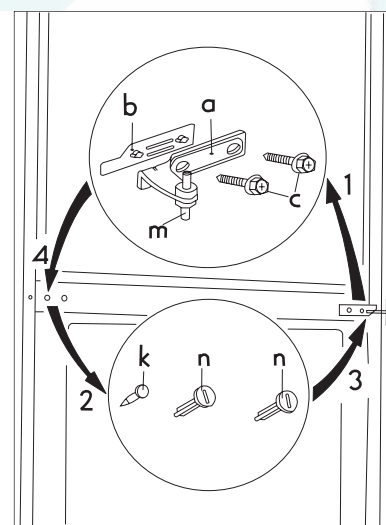

рис. 2
- Откройте двери и демонтируйте двойной держатель двери (a, b) путем вывинчивания и извлечения обоих винтов (c) (рис. 2).
- Извлеките двойной держатель двери (a, b, c) из корпуса холодильника легким покачиванием обеих дверок. Не забудьте вытащить также пластмассовую подкладку (b) под держателем двери (рис. 2).
- Извлеките левые покровные штифты (n, k, 3 шт.) двойного держателя двери и установите их снова на другой стороне (рис. 2).
- Вставьте болт (m) двойного держателя двери в левое отверстие двери морозильной камеры (рис. 2).